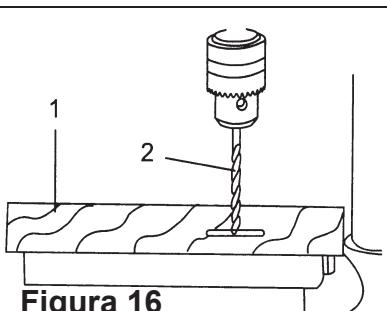

Figura 16
Pieza método (Figura 16 y 17)
- A. Marca la profundidad (2) del agujero en el lateral de la pieza. (1)(Figura 16).
- B. Con el interruptor "OFF", traerá la broca (2) hacia abajo hasta la punta del dedo es incluso con la marca (Figura 16).